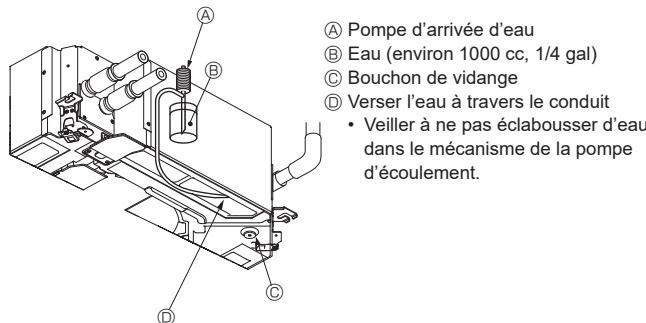

Fig. 7-11
7.4. Vérification de l'écoulement (Fig. 7-11)